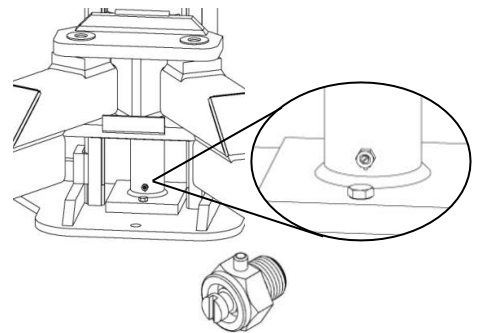

FIGURE 12 : PURGEUR D'AIR
3. AU BAS DE LA COLONNE ESCLAVE : À L'AIDE D'UN TOURNEVIS PLAT, DÉVISSER (SENS ANTIHORAIRE) DE 1/2 TOUR L'AIGUILLE DU PURGEUR. VOIR **FIGURE 12**.